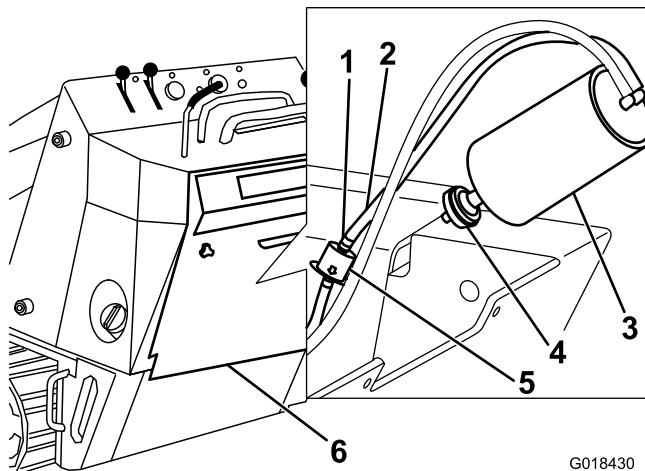

Figura 33
4. Retire y deseche el filtro de aire del cartucho de carbón (Figura 33).
5. Instale un filtro nuevo en el cartucho de carbón (Figura 33).
4. Aleje del filtro las abrazaderas de muelle de ambos lados del filtro del tubo de purga del cartucho de carbón (Figura 33).
5. Retire y deseche el filtro del tubo de purga (Figura 33).
6. Instale un filtro nuevo en el tubo con la flecha del filtro apuntando en el sentido opuesto al cartucho de carbón, y sujételo con las abrazaderas (Figura 33).